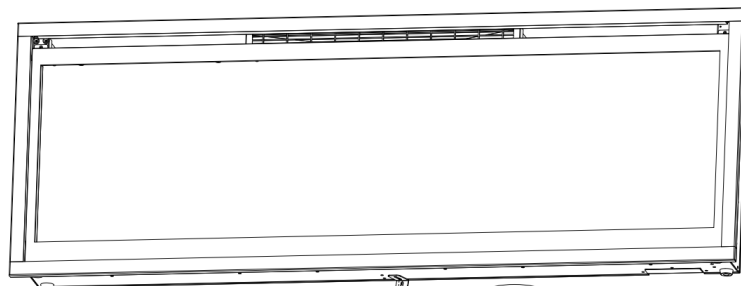

Fig 3-2
I. Utilizzando la vite rimossa al punto 1, fissare il morsetto metallico a L (H) alla parte inferiore della scatola del camino (Fig. 3-2).